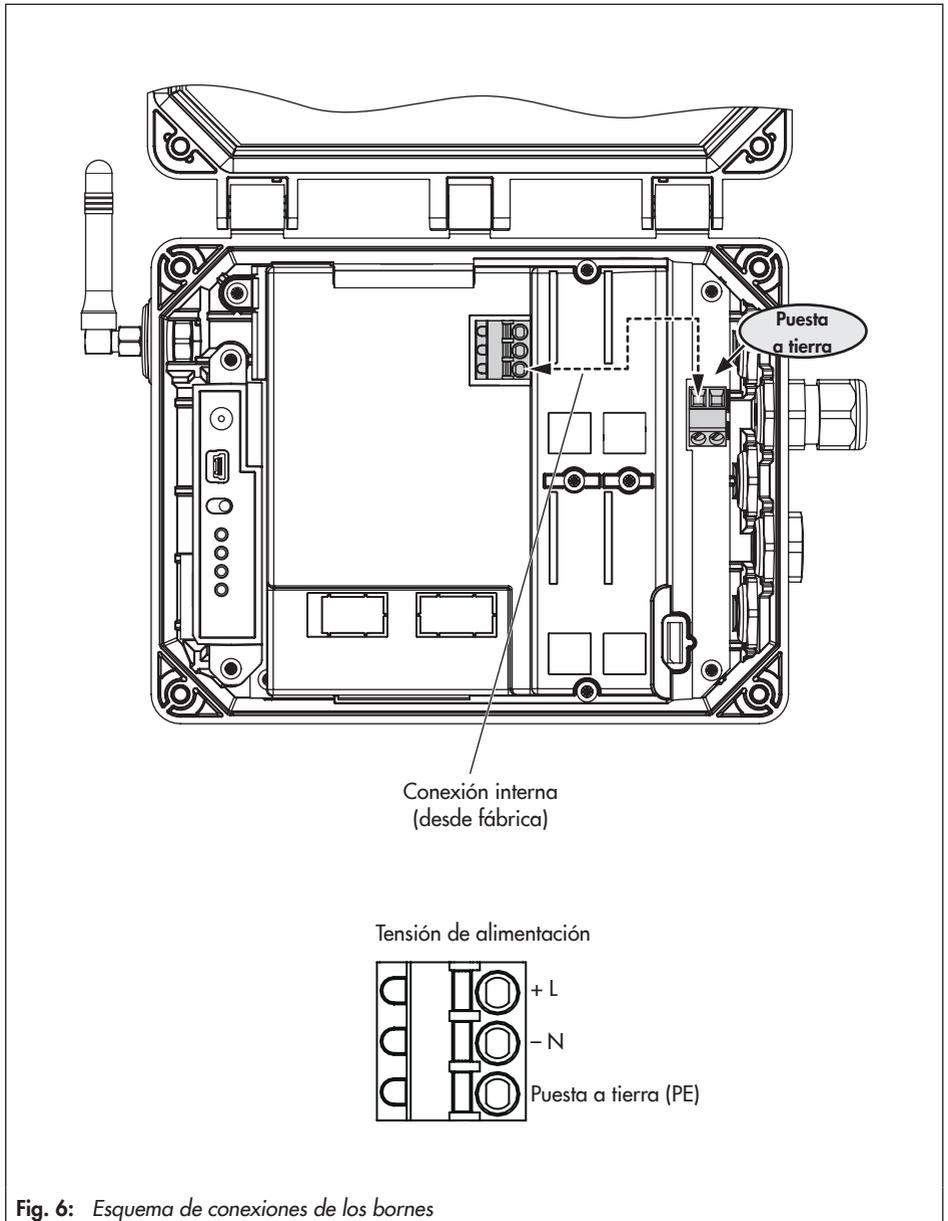

Fig. 6: Esquema de conexiones de los bornes
- Realizar las conexiones eléctricas según la fig. 6.